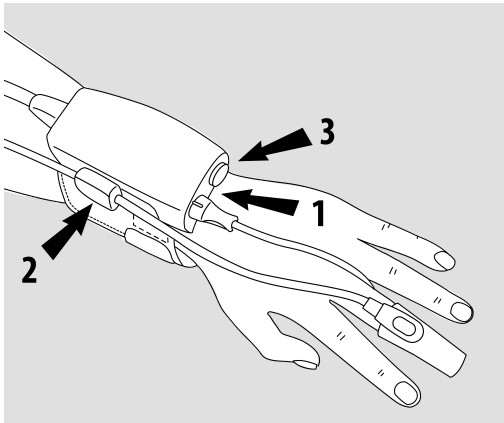

Figure 3 ■ Figure 3 ■ Abbildung 3 ■ Figura 3 ■ Figura 3 ■ Afbeelding 3
■ Figur 3 ■ Figur 3 ■ Εικόνα 3 ■ Figura 3 ■ Obrázek 3 ■ 3. ábra ■ Rysunek 3
■ 3. attēls. ■ Şekil 3 ■ Рис. 3 ■ Slika 3 ■ Slika 3